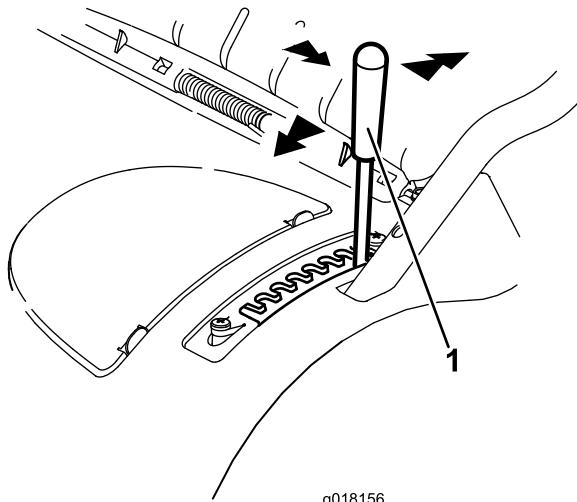

Figura 11
- Afferrate la leva e tirate lateralmente per disinserirla dalla tacca di bloccaggio (Figura 11).
- Spingetela avanti per diminuire l'altezza di taglio o tiratela indietro per aumentarla (Figura 11).
- Lasciate andare la leva in corrispondenza della posizione richiesta e assicuratevi che si blocchi saldamente in una delle otto tacche di regolazione (Figura 11).